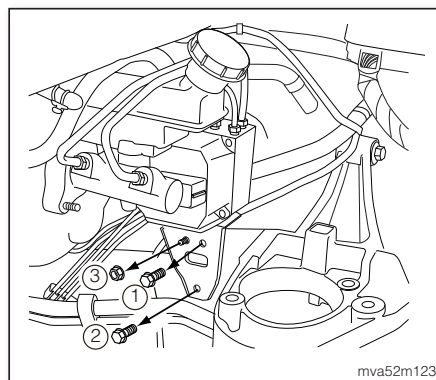

图14
6. 拆下ABS执行器与电气单元安装支架与车体之间的固定螺栓①、②与螺母③ (如图14)。